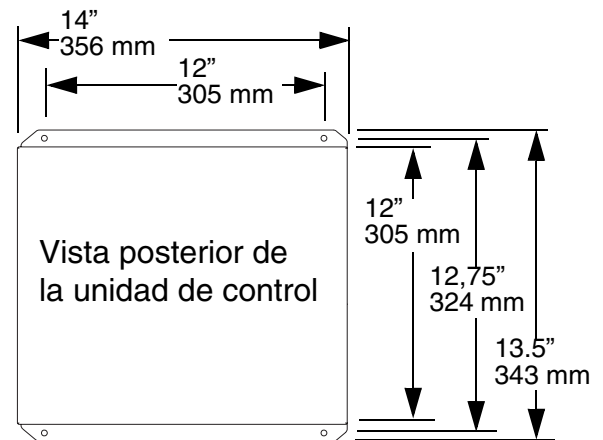

FIG. 6
- Seleccione una buena ubicación para la unidad de control PrecisionFlo LT donde haya espacio suficiente para su instalación, servicio y uso del equipo. Consulte la FIG. 6.